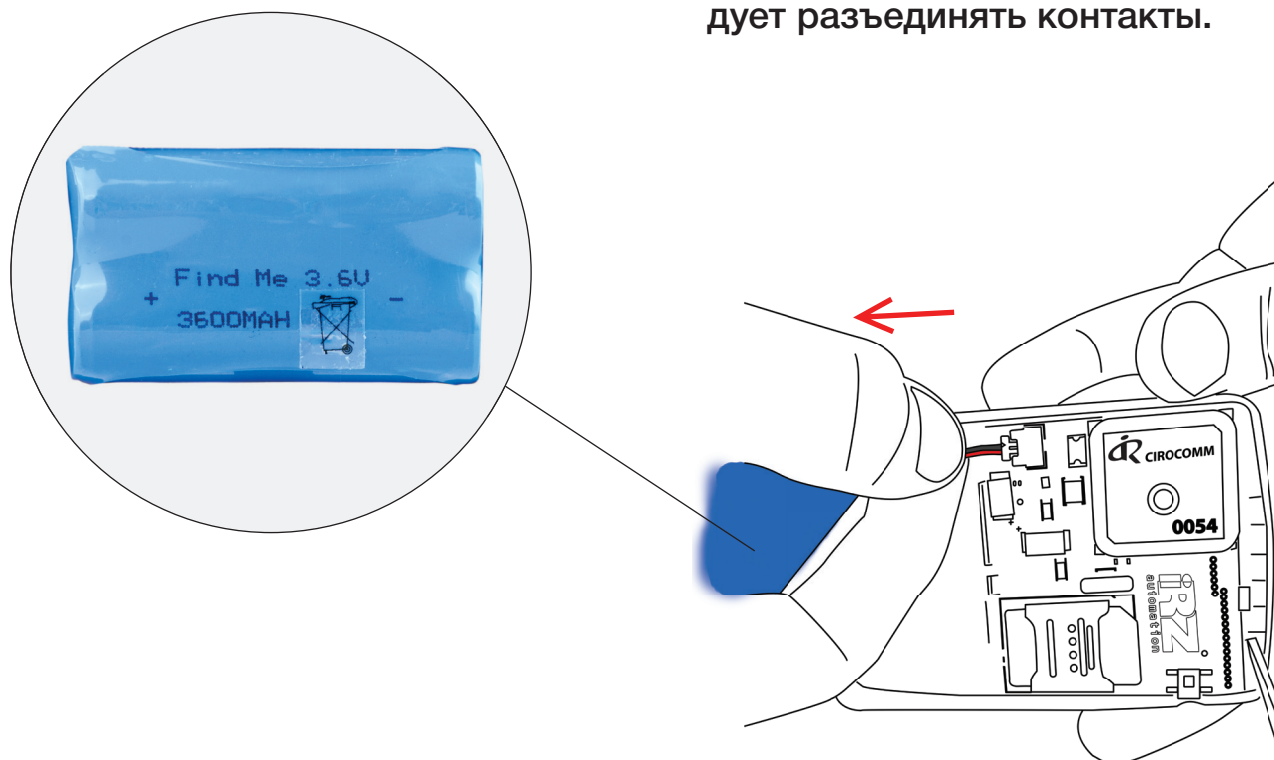

рис. 3
2.3. Извлечь батарею из платы, разъединив соответствующие контакты (см. рис. 3). Стрелка на рисунке указывает направление, в котором следует разъединять контакты.